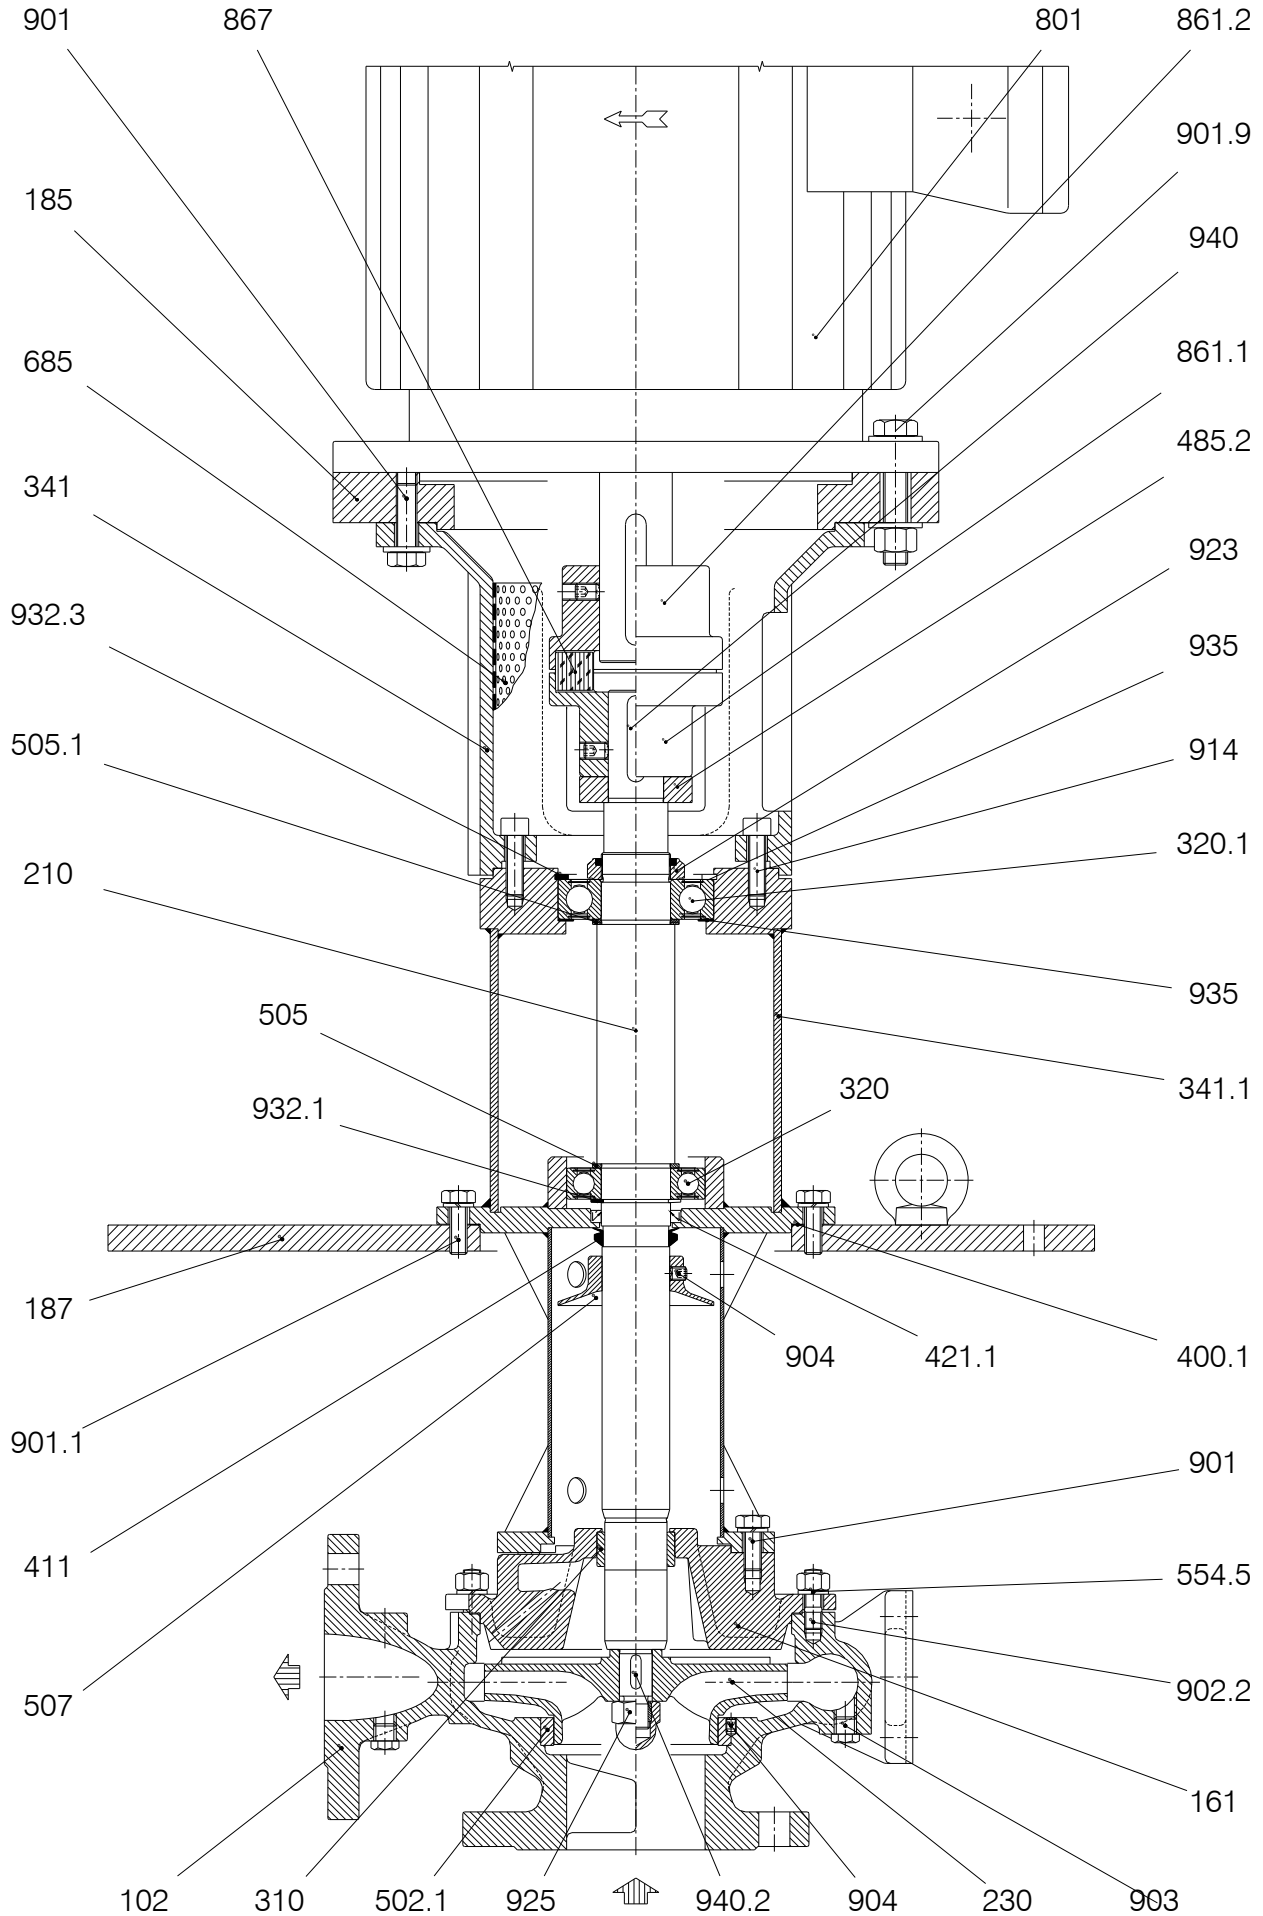

Abb. 2 - Pumpe der Baureihe TCHV in Ausführung /1 = mit Radialdichtung
(Siehe die Schnittzeichnung der Abb. 2 in Kapitel 5).
3.1 – Radiale Dichtringe (TCHV /1) – Siehe Abb. 2 in Abschnitt 5